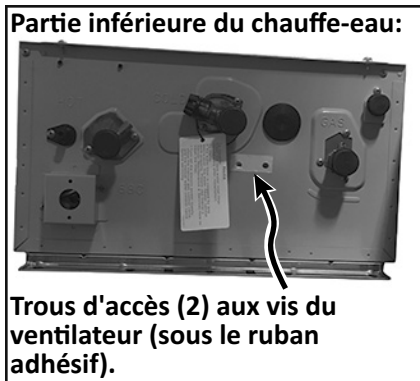

Figure 59
Vous remarquerez 2 ouvertures par lesquelles il faut insérer le tournevis (Figure 59).
- Le tube d'air et son connecteur/mamelon se trouvant à la base de la chambre de combustion voir Figure 59, p. 63.